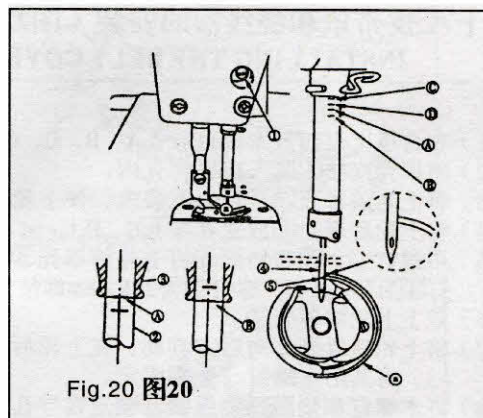

Fig.20 图20
- 1) Ослабьте винт (2) кривошипа (1)
- 3) Надежно затяните винт (2).
17. Синхронизация иглы и челнока (Fig. 20)